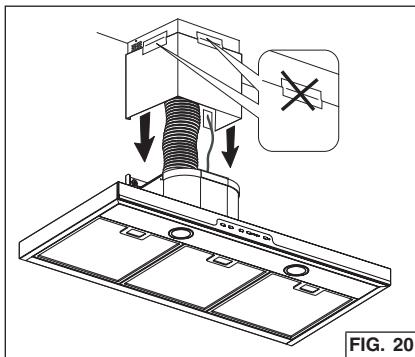

FIG. 20
9. Retirez l'adhésif des carneaux et abaissez les carneaux en position sur la hotte. Fig. 20.